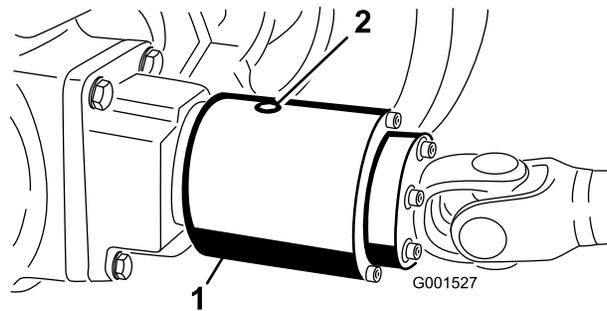

図 60
2. 点検プラグが時計の4時の位置にくるようにクラッチ 図 60 を回す。